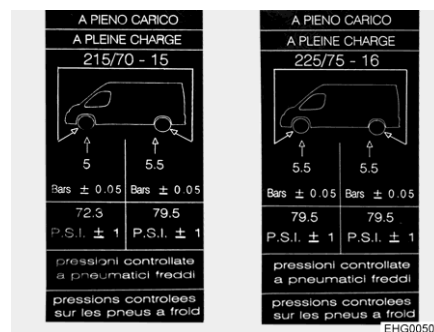

Bild 188 Hänvisningsetiketter om däcktrycket på B-stolpen (exempel)
- ▷ Hänvisningsetiketter med önskat däcktryck är fästa på insidan av B-stolpen (se Bild 188).